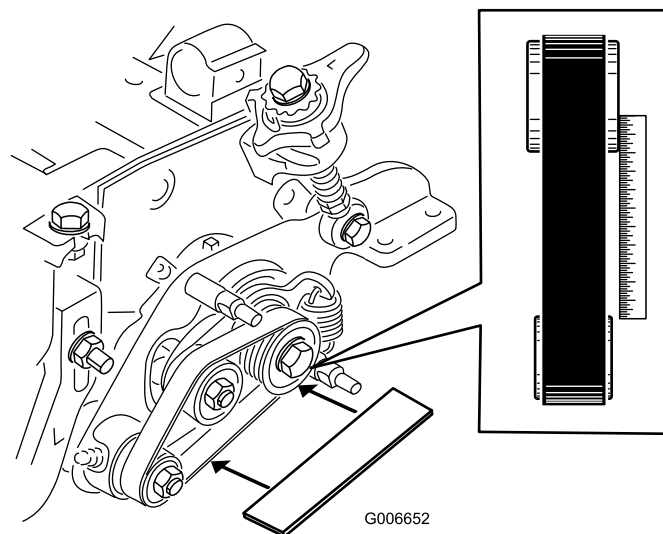

Figura 27
- Disponha uma régua de traçar ao longo da face externa da **polia de transmissão** (Figura 27).